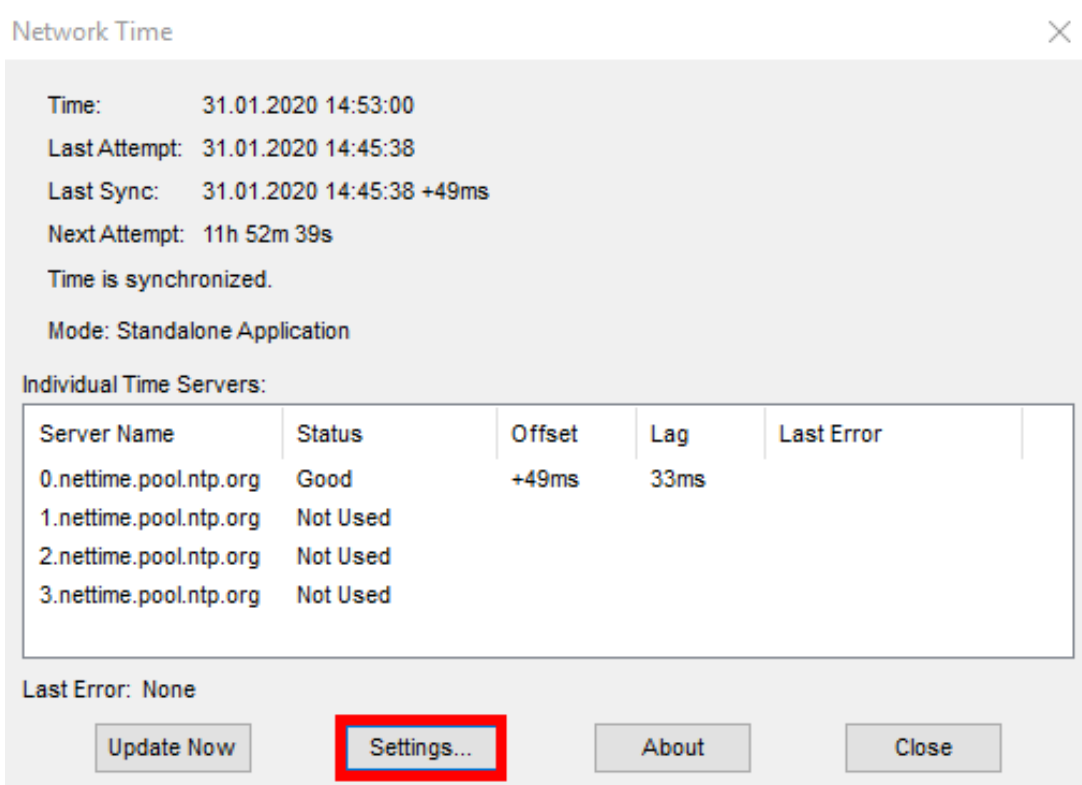

Рисунок 71 - Настройки NetTime
5. Нажмите **Settings** (Рисунок 71).